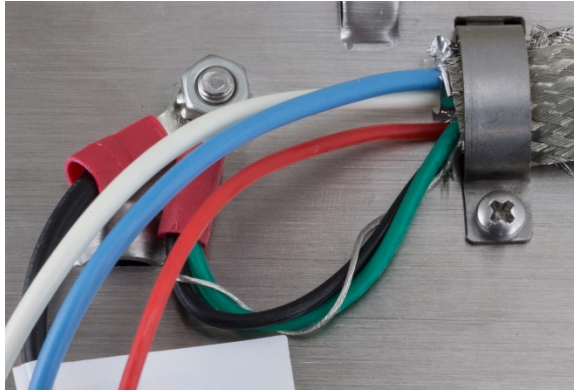

Abbildung 2-62: Befestigung an der Erdungsschraube
10. Bringen Sie auf der Rückseite des Frontplattengehäuses die (mitgelieferte) kurze schwarze Ader und die verdrehte schwarze und grüne Ader des POWERCELL-Kabels an der externen Erdungsschraube mit einer Sechskantmutter an (siehe Abbildung 2-62).